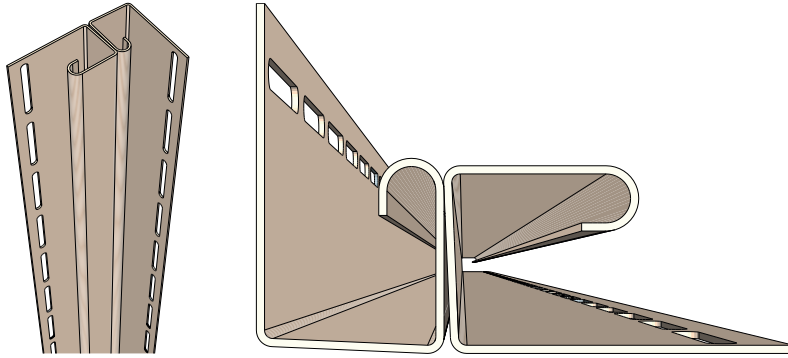

Рисунок 38
- 13.1** Для обрамления внутреннего угла используется два J-профиля универсальных 7/8 (Рис. 38). Смонтируйте внутренний угол, состоящий из двух J-профилей 7/8, закрепив его в верхней части, согласно пункту 6.7, с соблюдением общих правил монтажа. Монтаж аналогичен наружному углу (пункт 11).